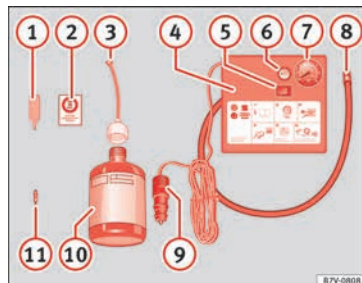

Abb. 103 Prinzipdarstellung: Bestandteile des Pannensets
Das Pannenset befindet sich im Gepäckraum unter dem Bodenbelag. Es besteht aus folgenden Bestandteilen » Abb. 103:
Den Reifenfüllschlauch »» **Abb. 103** ⑧ wieder anschließen und den Reifenfülldruck an der Reifenfülldruckanzeige ⑦ ablesen.